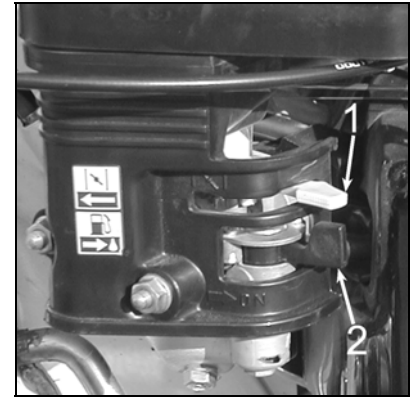

Figure 7
Il sert lors du démarrage à froid. Pour l'actionner, déplacez le levier (figure 7, repère 1) vers l'avant. Une fois le démarrage effectué il faut ramener le levier vers l'arrière. Ne l'actionnez pas moteur chaud, le moteur ne démarrerait pas.
Le robinet d'essence (figure 7, repère 2) permet de couper l'alimentation en carburant lorsque vous le poussez vers l'avant. Il alimente le moteur lorsqu'il est vers l'arrière (comme sur la figure 7).
- Poussez le levier d'alimentation d'essence vers l'arrière (figure 7, repère 2).
- Poussez le levier de starter (figure 7, repère 1) vers l'avant.
- Fermez le robinet d'essence (figure 7 page 13 avec le moteur Honda et figure 8 page 13 avec le moteur Briggs & Stratton).